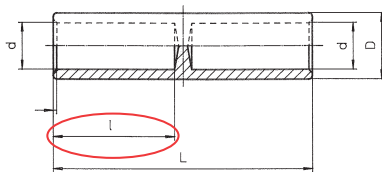

Bild 1
1. Seil- bzw. Kabelisolierung auf Länge der Hülslenlänge ( $l + 10\%$ ) absetzen (Bild 1 und 2)